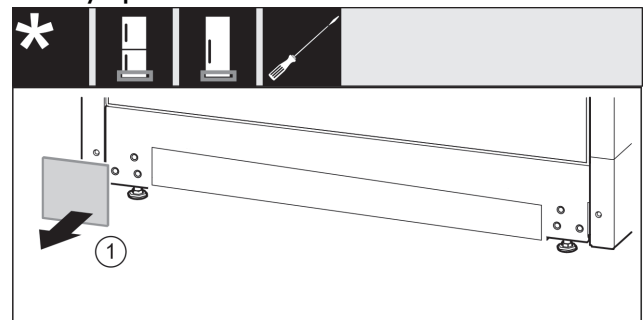

Fig. 11
- ▶ Снимите крышку. Fig. 11 (1)